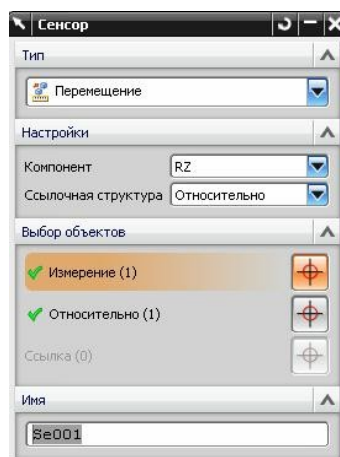
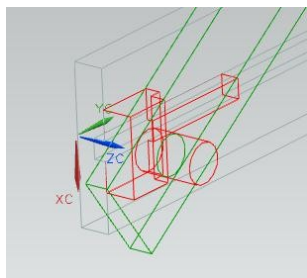
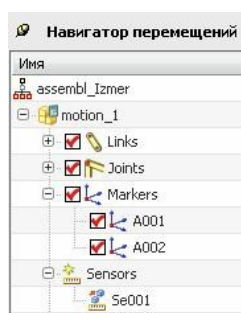

рис.59
рис.66
рис.67
- Диалоговое окно описания сенсора показано на рис.59.
- И, наконец, в диалоговом окне рис.59, в полях *Измерение* и *Относительно* мы должны указать оба, ранее описанных маркера. Указание можно делать непосредственно в навигаторе перемещений.
- На рис. 59 показано – как бы мы описали сенсор для измерения угла зеленого маятника относительно серого основания. Отметим, что измерение этого угла осуществляется вокруг оси Z относительной СК (рис.66). Представление строки сенсора в навигаторе перемещений показано на рис.67.
- После того, как сенсор описан (рис.59), можно приступить к построению соответствующего графика.